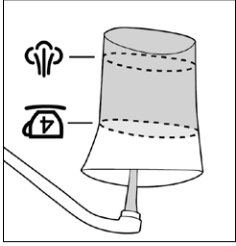

Figura 9
2. Enrosque nuevamente la tapa en el depósito de agua. Llene nuevamente hasta la marca que indica vapor (☁) y vierta espumar la leche (Figura 9).
2. Enrosque nuevamente la tapa en el depósito de agua. Luego llene nuevamente hasta la marca que indica vapor (☁) y vierta el depósito de agua. Luego para colar y vierta el agua dentro del depósito de agua para colar y vierta (☁) y vierta espumar la leche (Figura 9).